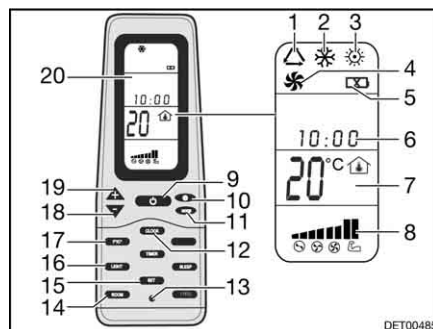

Bild 208 Fernbedienung
- Die Taste ON/OFF (Bild 208,9) drücken.
- Die Taste "Mode" (Bild 208,11) so oft drücken, bis die gewünschte Betriebsart (Bild 208,1, 2, 3 oder 4) auf dem Display (Bild 208,20) angezeigt wird.
- Mit den Tasten "+" (Bild 208,19) und "-" (Bild 208,18) die gewünschte Temperatur einstellen.
- Mit der Taste Lüftergeschwindigkeit (Bild 208,10) die gewünschte Lüfterstufe wählen.